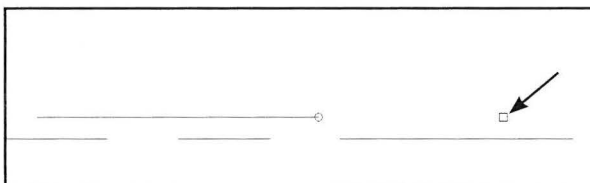

Fig. 04.25. Tilføj tekst, ved at tilføje fluebenet.
- Gå nu hen i den anden ende af linien og klik i den lille firkant (Fig. 04.25), så et flueben bliver synligt og teksten bliver synlig i denne ende.